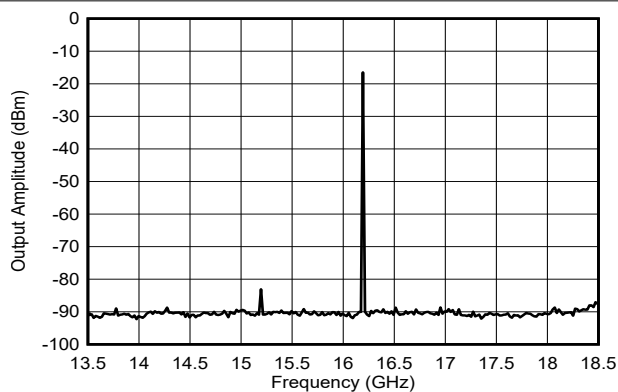
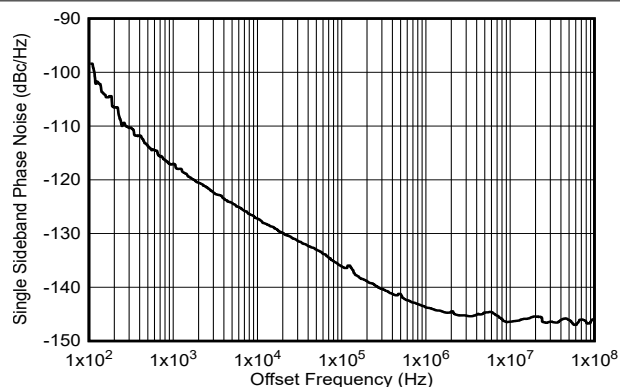

図 9-7. $f_{OUT} = 16.2\text{GHz}$ での帯域内単一トーンの周波数スペクトル
図 9-8. DAC 付加位相ノイズ (16.2GHz)
16.2GHz トーンのスペクトル純度は、図 9-7 で 5GHz スパンのフルスケールトーンで示されています。最大スプリアスは、3.16GHz 時に約 66dBc であり、これは 4th 高調波です。16.2GHz でのトーンの出力位相ノイズを 図 9-8 に示します。